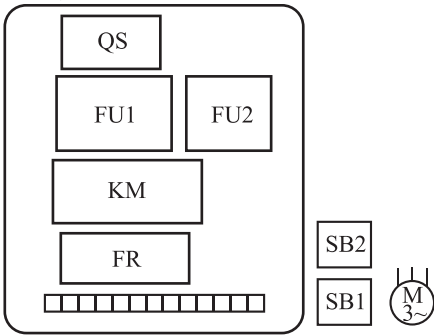

图 1-16 电动机自锁控制电路元件布置图
- 1. 按如图 1-16 所示配齐所用电器元件，并进行质量检验。
- 2. 在控制板上按照图 1-16 所示的电器位置图安装电器元件。